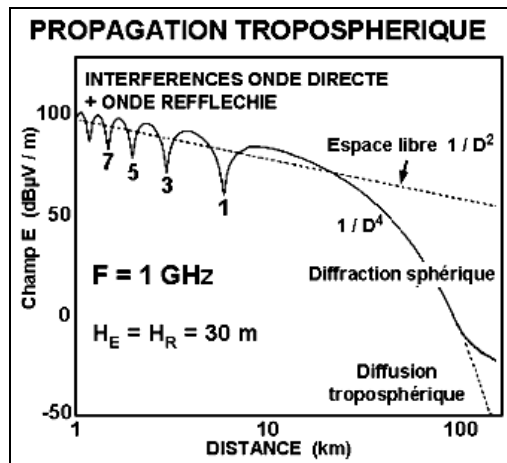

Figure 13 : Influence du sol sur la propagation en V-UHF
On considère que l'on rayonne vraiment en espace libre si le sol n'est pas dans le premier ellipsoïde de Fresnel (8). Sinon nous avons un affaiblissement de propagation qui ressemble à celui de la figure 13.